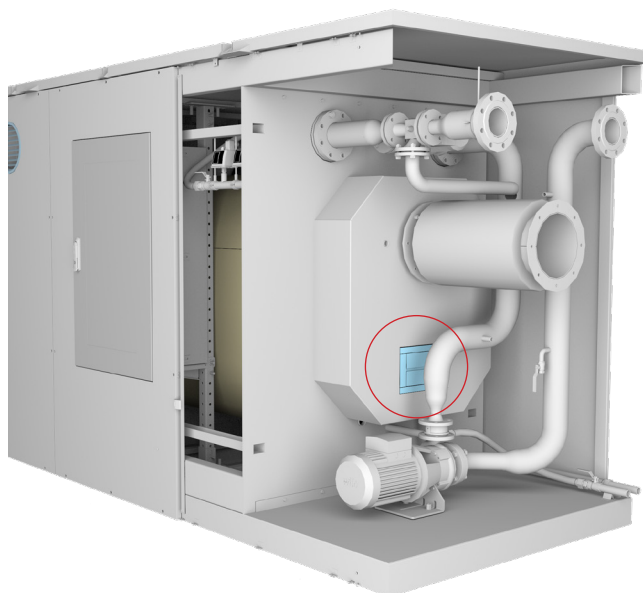

Рисунок 8. Отверстие для очистки поверхностей нагрева с тыльной стороны
3. Удалить остаточные продукты сгорания из трубы дымохода и сборника уходящих газов через отверстие для чистки в сборнике уходящих газов (Рисунок 8). Отверстие для чистки сборника уходящих газов открывается путём откручивания держащих винтов или заклепок.